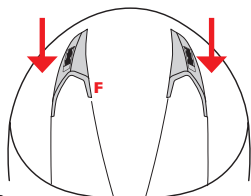
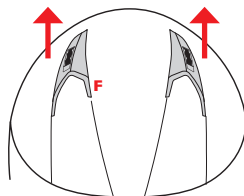

FIGURE 2
FIGURE 3
Si après répétition de l'essai, il s'avère de nouveau impossible de serrer correctement le système de fermeture, s'abstenir d'utiliser le casque. Uniquement après avoir contrôlé la tension correcte de la sangle, fixer l'extrémité libre en la bloquant à l'aide du bouton automatique se trouvant sur la languette d'ouverture (Figure 2).
PRISE D'AIR FRONTALE SUPERIEURE — F — Figure 2/3
- Figure 2 : Déplacer les curseurs vers l'extrémité antérieure ; de cette façon, les prises d'air seront complètement fermées.
- Figure 3 : Déplacer les curseurs vers l'extrémité postérieure ; de cette façon, les prises d'air seront complètement ouvertes.
- 2) poussez le bouton Z vers le haut et tournez en même temps la plaque comme indiqué sur la figure 2. Extraire la plaque comme indiqué sur la figure 3.